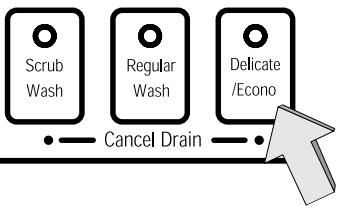

Figure 34/Illus. 34
2. Press and hold down the right-most of the two buttons labelled "Cancel Drain", as shown in Figure 34, then press and hold the On/Off button. When the light on the "Cancel Drain" button you are pressing illuminates, and the tone begins to sound, release both buttons.
2. Presser et maintenir les deux touches de droites «Cancel Drain», voir figure 34, puis presser et maintenir la touche marche-arrêt. Lorsque le voyant sur la touche «Cancel Drain» s'allume et que la tonalité retentit, relâcher les deux touches.
2. Pulse y oprima el botón a la derecha rotulado «Cancel Drain» (es decir Cancelar Evacuación), tal como muestra la Ilustración 34, después pulse y oprima el botón Prender/Apagar [On/Off]. Deje de oprimir ambos botones cuando se prenda la luz del botón «Cancel Drain» y el timbre empieza a sonar.